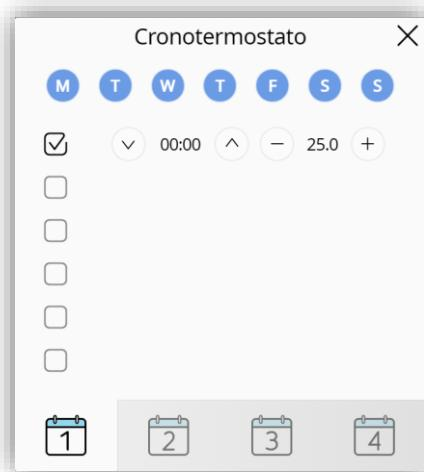

Figura 84. Panel del cronotermostato
- **Valor mínimo de consigna [-99 ... 18 ... 199] [°C]**: valor mínimo de consigna que el usuario podrá configurar en el panel del cronotermostato (ver Figura 84).
- **Valor máximo de consigna [-99 ... 30 ... 199] [°C]**: valor máximo de consigna que el usuario podrá configurar en el panel del cronotermostato (ver Figura 84).